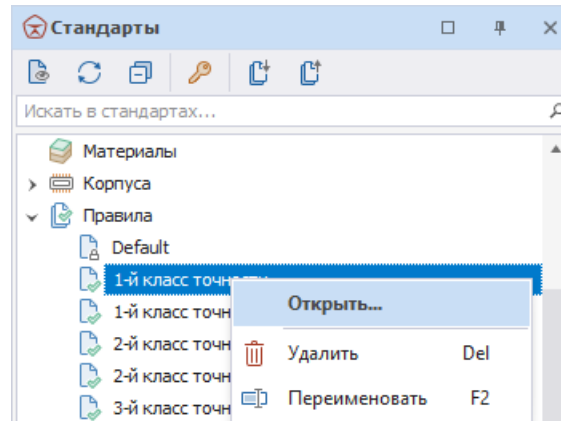

Рис. 96 Вызов редактора правил
2. Вызовите контекстное меню и выберите пункт «Открыть...» или дважды кликните по выбранному шаблону, Рис. 96.